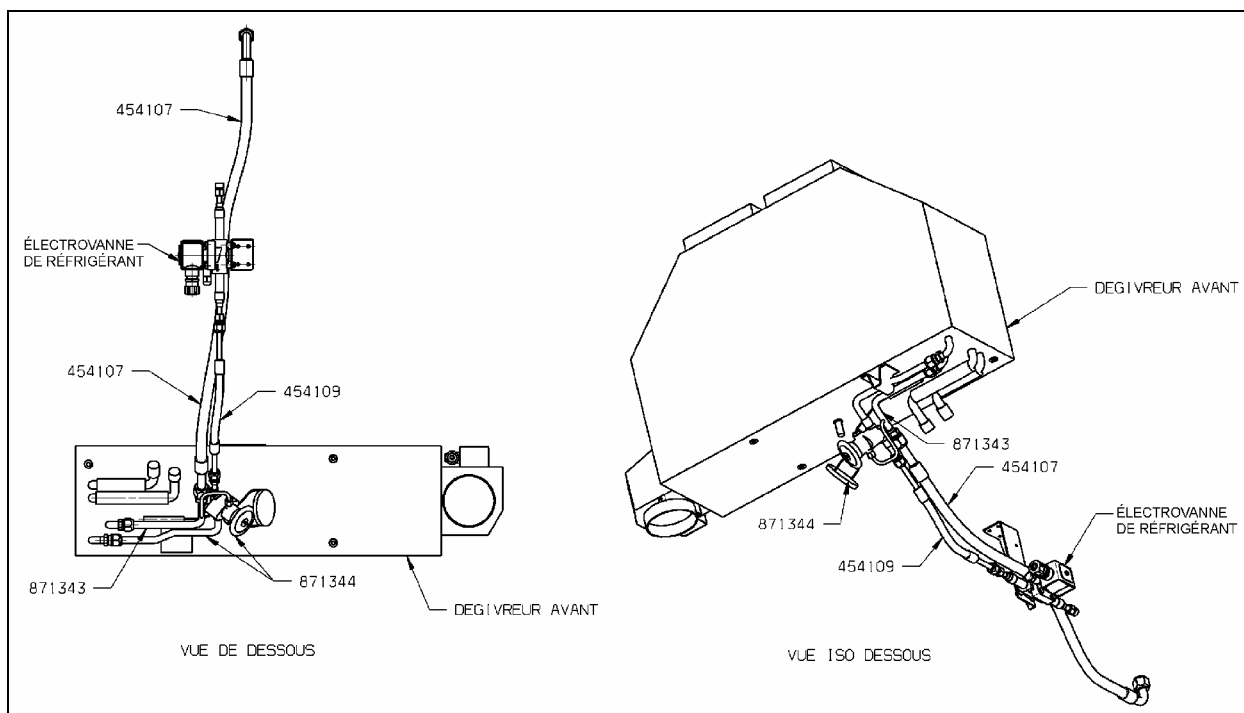

FIGURE 3 : VUE DE L'INSTALLATION DANS LA SECTION AVANT
2. Installer et fixer les boyaux 454107 et 454109 selon la figure 3.